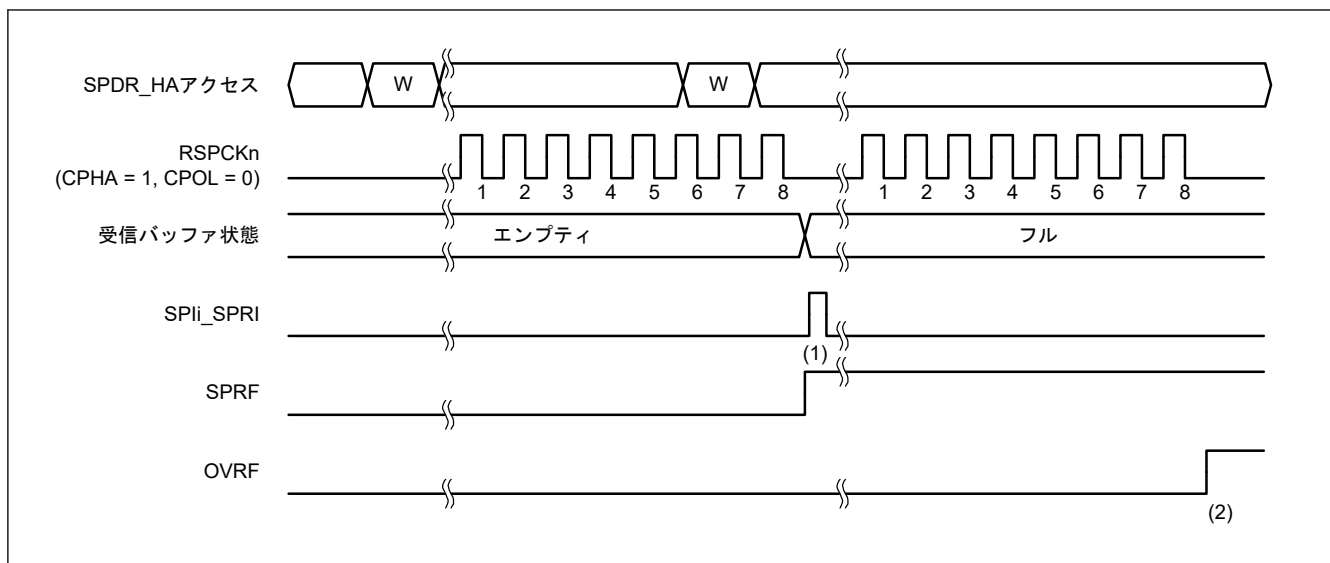
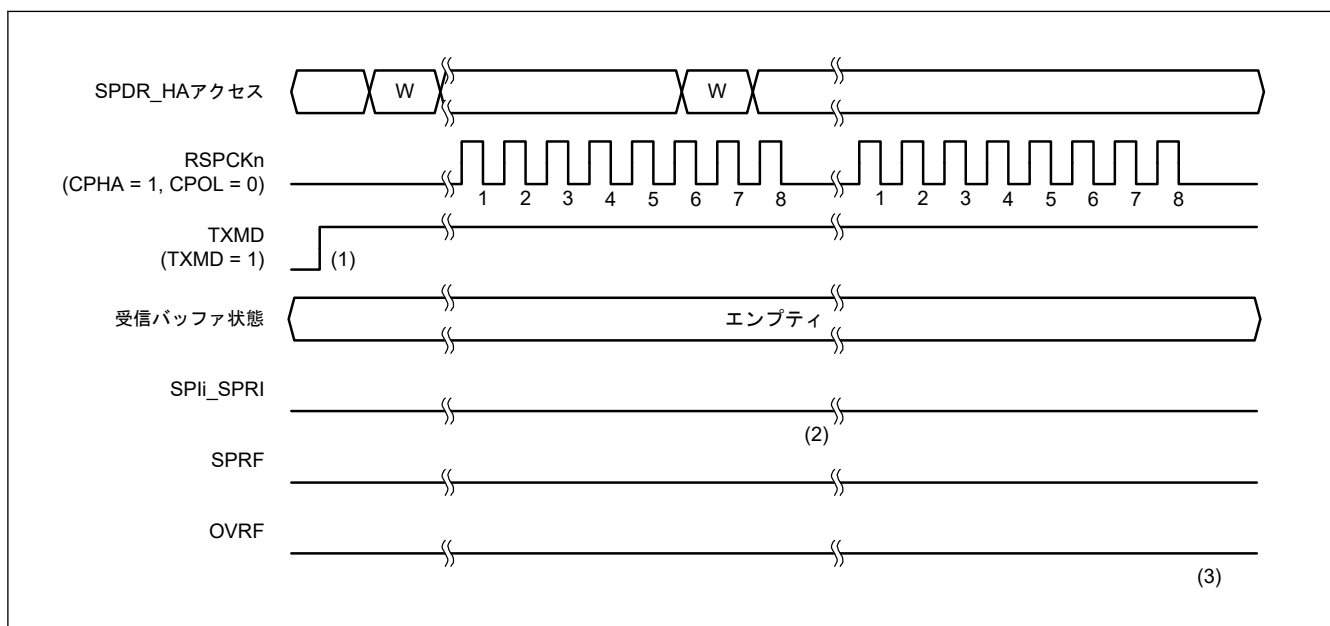
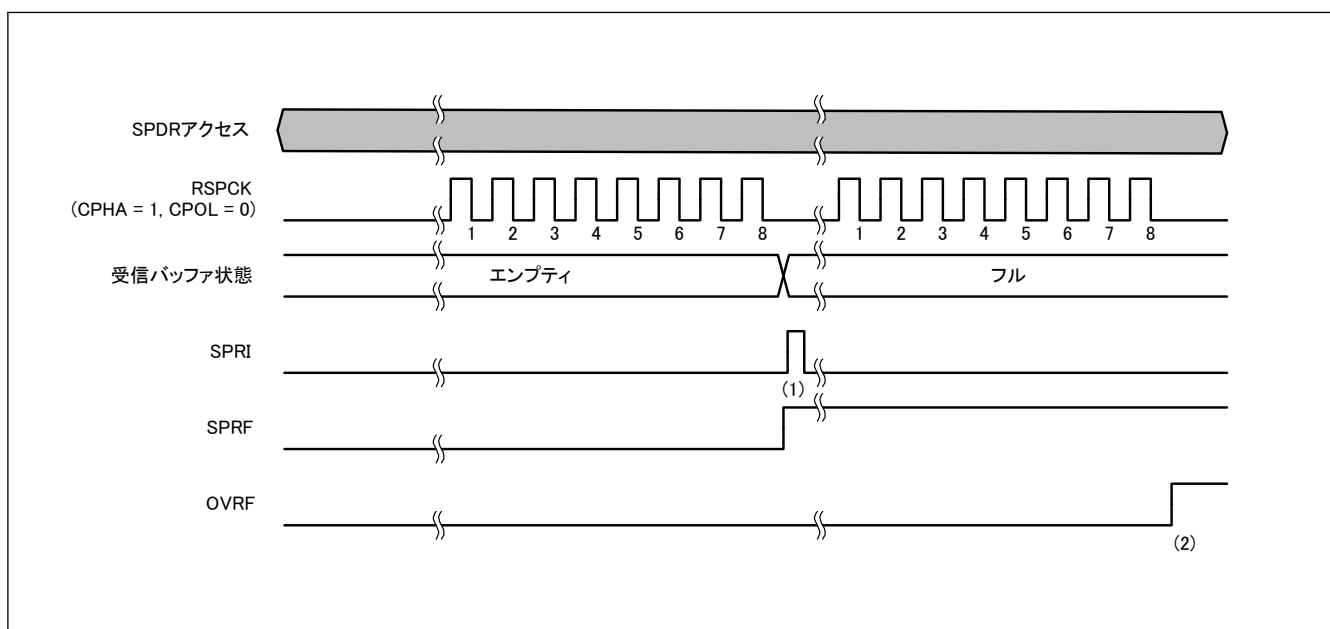

図 32.26 SPCR3.ETXMD = 0 かつ SPCR.TXMD = 0 の動作例
図 32.27 SPCR3.ETXMD = 0 かつ SPCR.TXMD = 1 の動作例
図 32.28 MSTR = 0 かつ ETXMD = 1 の場合の動作例
通信動作モード選択ビット (SPCR.TXMD) の設定により、全二重同期式シリアル通信または送信のみの動作が選択できます (拡張通信モード選択ビット (SPCR3.ETXMD) が 0 の場合)。SPCR3.ETXMD ビットが 1 の場合、スレーブモード (SPCR.MSTR = 0) で SPI の動作は受信専用です。これは SPCR.TXMD ビットが SPI の動作に影響を及ぼさないためです。図 32.26、図 32.27、および図 32.28 に記載したレジスタアクセスは、SPDR/SPDR_HA レジスタへのアクセスの条件を示します。W は書き込みサイクルを示します。
図 32.26 に、SPI コントロールレジスタ 3 (SPCR3) の拡張通信モード選択ビット (ETXMD) を 0、通信動作モード選択ビット (SPCR.TXMD) を 0 にした場合の動作例を示します。この例では、SPDCR.SPFC[1:0] ビットが 00b、SPCMDm.CPHA ビットが 1、SPCMDm.CPOL ビットが 0 の設定で、SPI が 8 ビットのシリアル転送を実行しています。RSPCKn 波形の下に記載した数字は RSPCK サイクル数 (= 転送ビット数) を示しています。
以下に、図 32.26 の (1)、(2) に示したタイミングでのフラグ動作を説明します。
図 32.27 に、SPI コントロールレジスタ 3 (SPCR3) の拡張通信モード選択ビット (ETXMD) を 0、通信動作モード選択ビット (SPCR.TXMD) を 1 にした場合の動作例を示します。この例では、SPDCR.SPFC[1:0] ビットが 00b、SPCMDm.CPHA ビットが 1、SPCMDm.CPOL ビットが 0 の設定で、SPI が 8 ビットのシリアル転送を実行しています。RSPCKn 波形の下に記載した数字は RSPCK サイクル数 (= 転送ビット数) を示しています。
以下に、図 32.27 の (1)~(3) に示したタイミングでのフラグの動作内容を説明します。
図 32.28 に、SPI コントロールレジスタ (SPCR) の SPI マスタ/スレーブモード選択ビット (MSTR) を 0 に設定し、SPI コントロールレジスタ 3 (SPCR3) の拡張通信モード選択ビット (ETXMD) を 1 に設定した場合の動作例を示します。SPI データコントロールレジスタ (SPDCR) の SPFC[1:0] ビット = 00b、SPI コマンドレジスタ (SPCMD) の CPHA ビット = 1、SPCMD の CPOL ビット = 0 の設定で、SPI が 8 ビットデータシリアル転送をする例を図 32.28 に示します。RSPCK 波形の下番号は、RSPCK 周期の番号 (転送ビットの番号) を示しています。